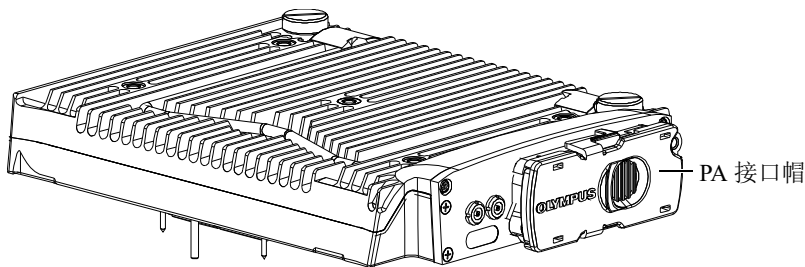

图 3-1 盖有 PA 接口帽的模块
2. 将 PA 接口帽盖到 PA 接口上（参见第 54 页的图 3-1）。